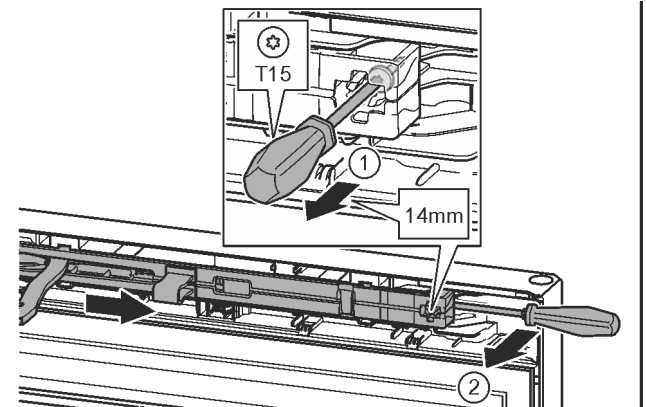

Fig. 12
- ▶ 用 T15 螺丝刀将关门阻尼单元上的螺钉松开约 14 mm。 Fig. 12 (1)
- ▶ 将螺丝刀移向把手侧关门阻尼单元的背面并将其向前转动。 Fig. 12 (2)
- ▶ 拉出关门阻尼单元。 Fig. 12 (3)